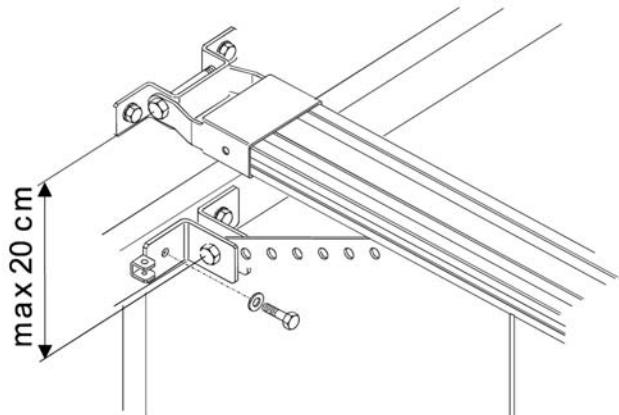
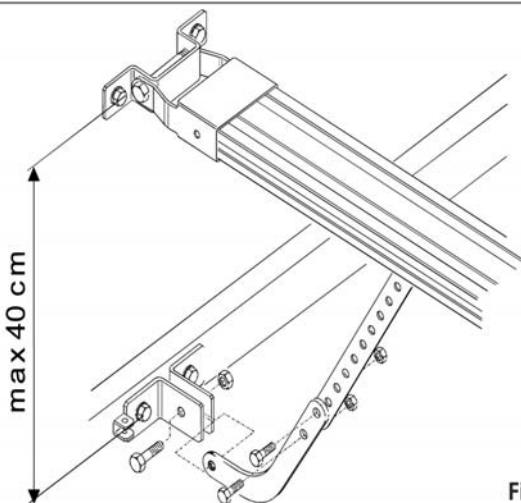

Fig. 18
Fig. 19
- 4) Vérifier que la distance entre le centre des trous de fixation de l'attache avant et de l'attache sur la porte n'est pas supérieure à 20 cm (fig. 18). Pour un bon fonctionnement de l'automatisme, il est conseillé de ne pas incliner le bras de plus de 30° par rapport au rail. En cas d'utilisation du bras coudé pour portes sectionnelles (en option) l'assembler au bras droit du chariot comme indiqué sur la fig. 19. Pour améliorer l'efficacité du système anti-écrasement, il est conseillé de fixer l'attache le plus bas possible sur la porte sectionnelle sans toutefois dépasser la distance de 40 cm de l'attache avant de l'opérateur.